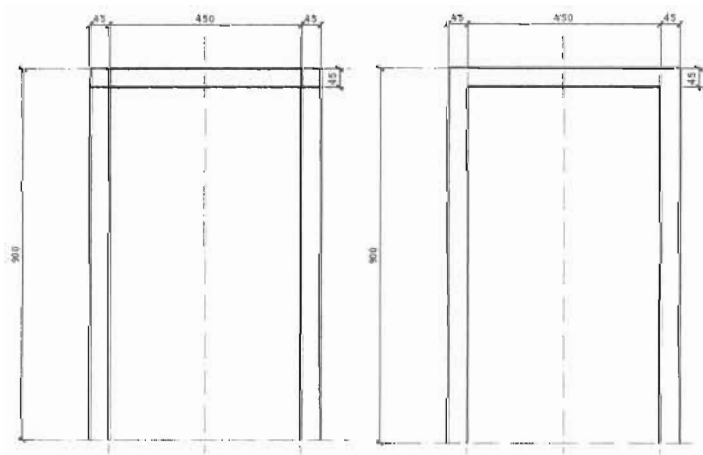

图 6-69
(2) 设置“轮廓”图层为当前图层，然后捕捉线的交点绘制出椅背外轮廓，接着单击“偏移”按钮向内偏移 45，再进行修剪，如图 6-69 所示。